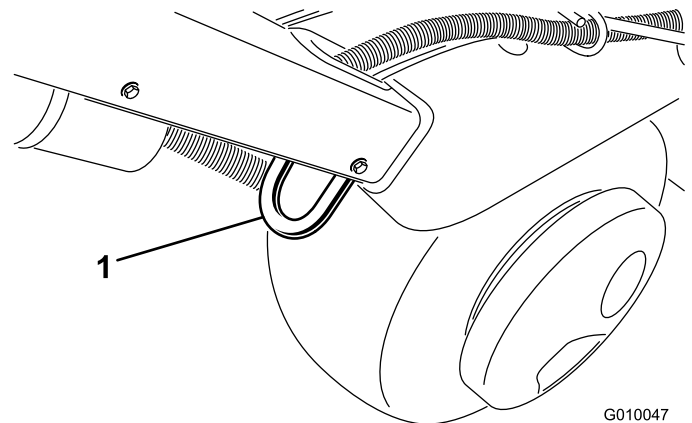
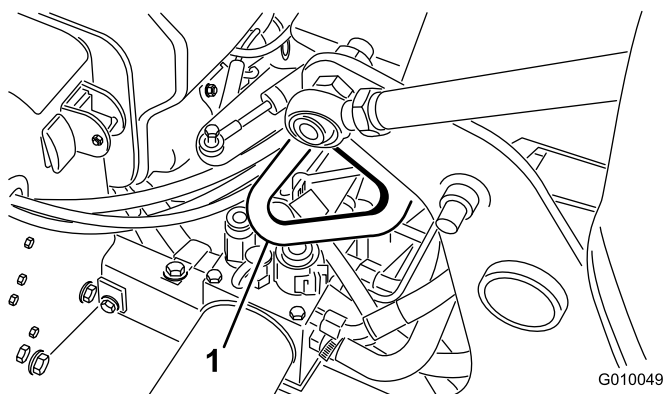

Bild 32
Bild 34
3. Befestigen Sie die Gurte des Aerifizierers sicher mit Riemen, Ketten, Kabeln oder Seilen auf dem Anhänger oder Lkw (Bild 32 bis Bild 34).